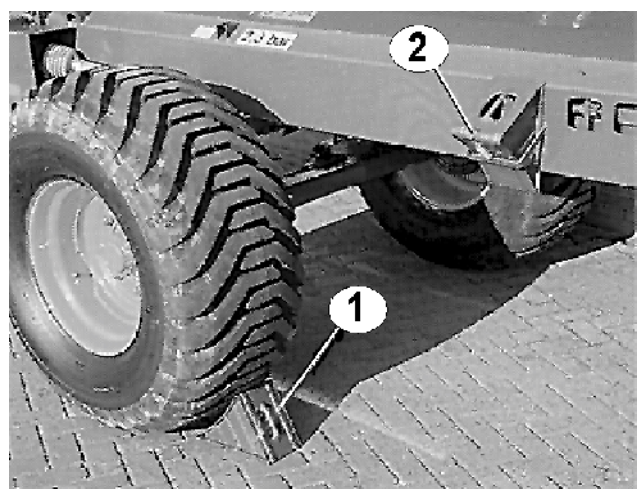

Fig. 17
- Unterlegkeile entfernen und in den Halterungen (Fig. 17/2) am Rahmen befestigen und sichern.